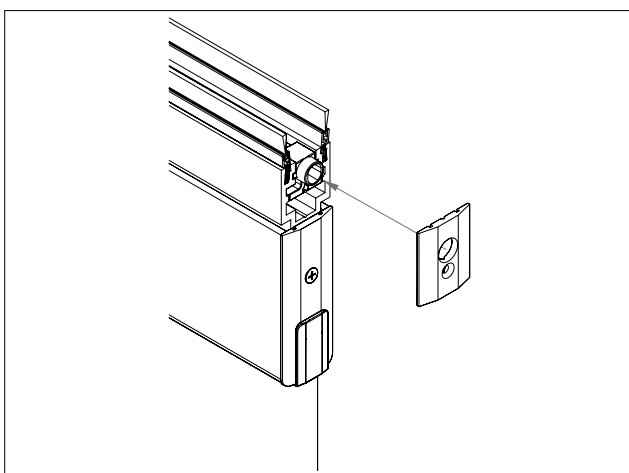

Abb. 39 Abdeckung befestigen
8. Abdeckung auf Kombi-Fixierklotz setzen (Abb. 39)